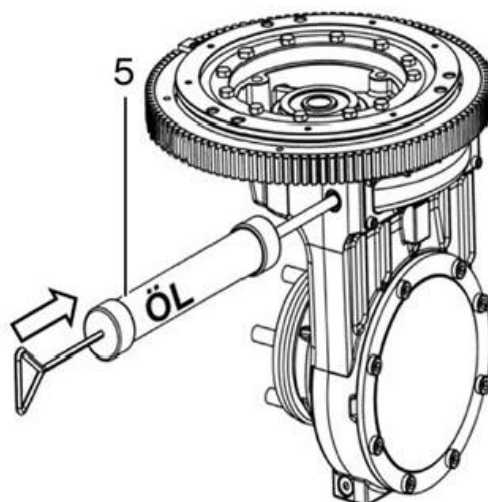

Рис. 24. Заправка масла в редукторы GK25 и GK30
1. Очистите магнит сливной пробки (см. рис. 24, поз. 3) и заверните сливную пробку обратно. При каждой установке пробки используйте **новое уплотнительное кольцо** (см. рис. 24, поз. 2). Момент затяжки — **30 Н·м**.
3. Для заправки используйте **маслозаправочный шприц** (см. рис. 24, поз. 5). Это обеспечивает простую и быструю заправку редуктора маслом.
6. Заверните заливную пробку (см. рис. 24, поз. 1), установив новое уплотнительное кольцо (см. рис. 24, поз. 2). Момент затяжки — **30 Н·м**.